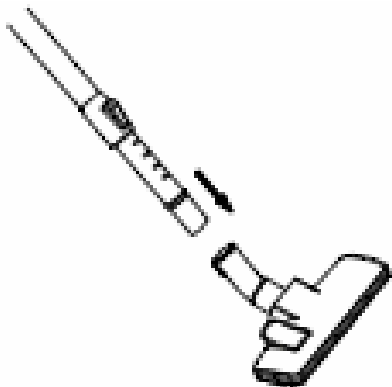

Рис. 4
- Надіньте необхідну насадку на висувну частину телескопічної трубки (велику щітку «підлога/килим» або комбіновану насадку «меблі/щілини»).(Рис.4)